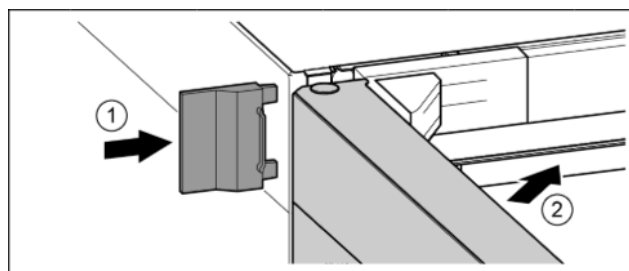

Fig. 22
- Enfiler le cache extérieur. Fig. 22 (1)
- Fermer la porte supérieure. Fig. 22 (2)